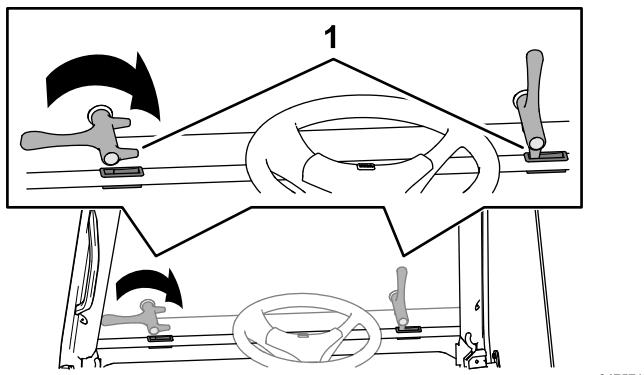

Figure 15
2. Alignez la patte de verrouillage sur le creux (Figure 15).
3. Tournez les poignées dans le sens horaire pour les mettre à la verticale (Figure 15).